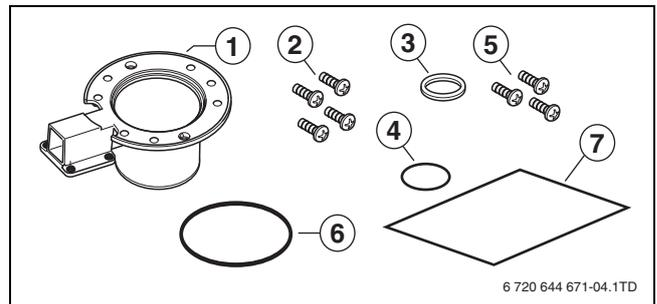

Fig. 12
表2 图 12 的供货范围, 第 44 页
- ▶ 将随附的 O 形圈 (→ 图 12, [4], 第 44 页) 装入随附的文氏管并再次按压燃气喷嘴。
- ▶ 将随附的文氏管 (→ 图 12, [1], 第 44 页) 安装在燃气阀上。